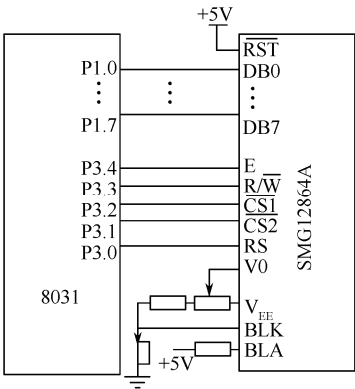

图 9.28 单片机和液晶接口电路
**【例 9.15】**根据图 9.28,要求在 LCD 上分两行交替显示“测试开始”和“测试完毕”字样,试编写程序。